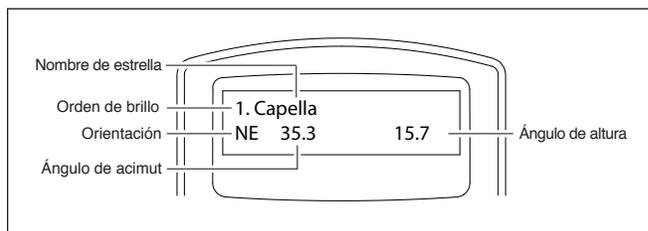

Figura 3. Información sobre la estrella de alineación que aparece en la pantalla LCD.
4. Ahora, utilice las teclas de desplazamiento para desplazarse por la lista de estrellas brillantes. Solo habrá unas pocas estrellas, como máximo, en la lista y, a veces, solo aparecerá una estrella en la lista. El controlador de mano mostrará el nombre de la estrella brillante en la primera línea y la posición aproximada de la estrella (en función de la hora y la fecha introducidas durante la configuración inicial) en la segunda línea (**figura 3**). La primera coordenada de la segunda línea es una coordenada E-W (ángulo de acimut) y la segunda coordenada indica los grados sobre el horizonte. Estas coordenadas le ofrecen una forma sencilla de identificar la estrella brillante que ha elegido. Cuando esté seguro de que el controlador de mano muestra el nombre de la estrella brillante con la que desea realizar la alineación, pulse ENTER.